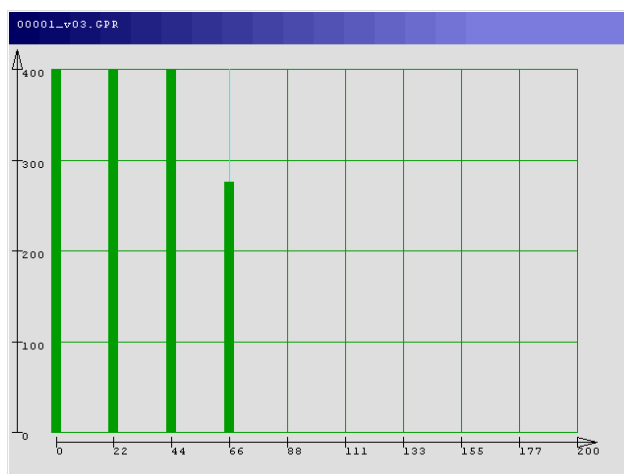

Рисунок. 5.17 Окно «Поиск» режима «3D профиль» с сохраненным укороченным файлом
- переместив прибор до конца вертикальной линии разметочного коврика, при этом в окне Рис.5.17 вся линия закрасится в зеленый цвет. Сохранение полученного файла происходит автоматически после того, как прибор пройдет дистанцию равную длине вертикального профиля, заданную в параметрах;